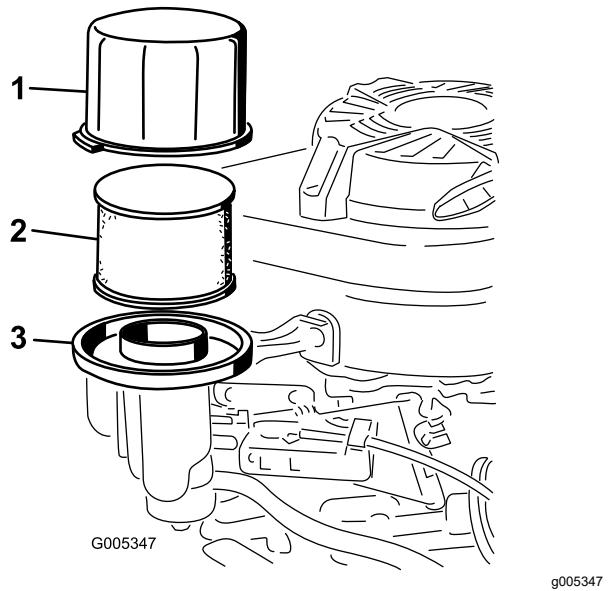

Bild 23
- Entfernen Sie die Abdeckung und reinigen Sie sie gründlich (Bild 23).
- Nehmen Sie den Schaumvorfilter und den Papierluftfilter aus dem Luftfilterunterteil heraus (Bild 23).